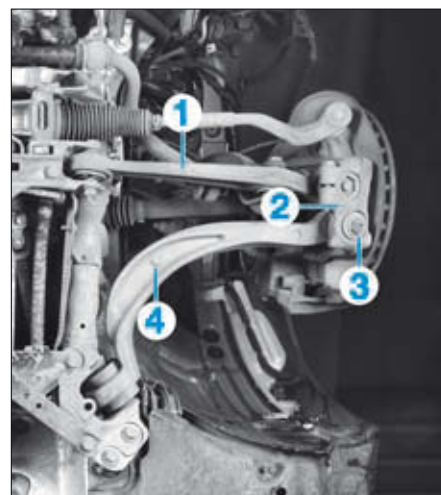
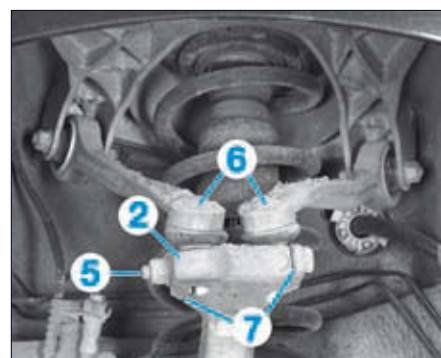

FIG. 23
FIG. 24
- le bras porteur inférieur (1) (voir opération concernée) (Fig.23),
- Extraire du pivot (2), la rotule (3) du bras de guidage inférieur (4).
- Desserrer la vis (5) de bridage des rotules des bras supérieurs (6) (Fig.24).
- Extraire du pivot (2), les rotules des bras supérieurs.